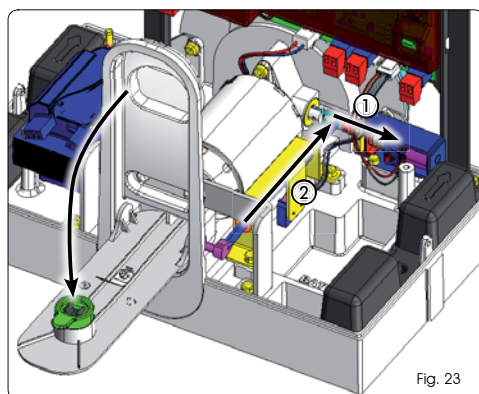

Fig. 23
**☞** En abaissant le levier de déblocage, on agit aussi bien sur le verrouillage du moteur, en le reculant (Fig. 23 réf. ①), que sur le micro-interrupteur de sécurité qui force l'automatisme en position de STOP (Fig. 23 réf. ②).